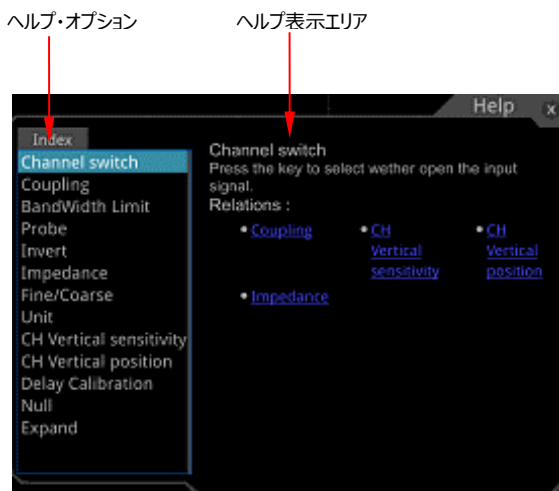

Figure 1-20 ヘルプ情報
2. ファンクション・メニュー・キーの **Content** を押すか、"Content"メニューをタップすると Figure 1-20 のように画面にヘルプ情報が表示されます。ヘルプ・インタフェースは 2 つのセクションで構成されています。左側のセクションが "ヘルプ・オプション"、右側のセクションが "ヘルプ表示エリア" です。